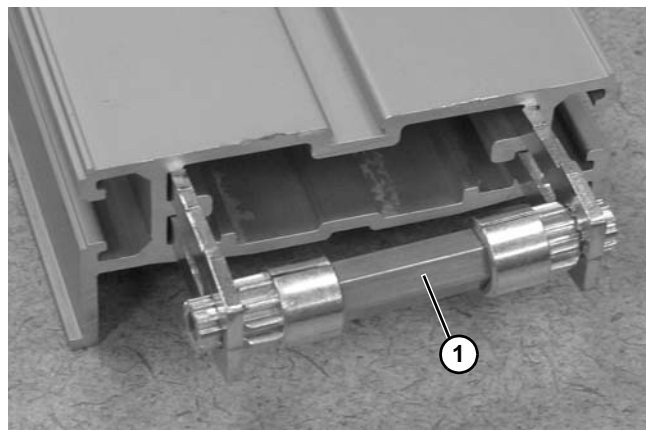

Figura 102
7. Inserte el conjunto del piñón (**Figura 102, artículo 1**) en el armazón del transportador.